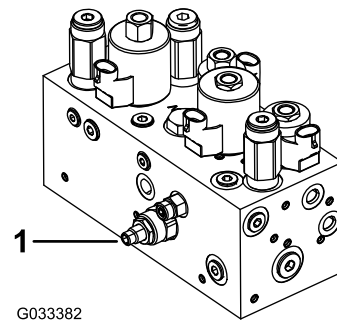

Figura 48
Circuitul de ridicare/coborâre a unității de tăiere este prevăzut cu o supapă de control al debitului (Figura 48). Această supapă este prestabilită din fabrică la aproximativ 3 ture de deschidere, dar este posibil să fie necesar să o reglați pentru a compensa diferențele de temperatură a uleiului hidraulic, vitezele de tuns iarba etc.
1. Ridicați scaunul și localizați supapa de control al debitului pentru cadrul de tragere centrală (Figura 48), care se află pe partea laterală a colectorului hidraulic.